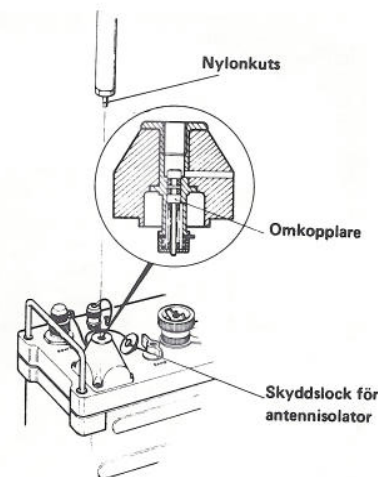

Bild 31. Anslutning av normal- och marschantenn
1. Ta bort skyddslocket från antennisolatoren (bild 31).